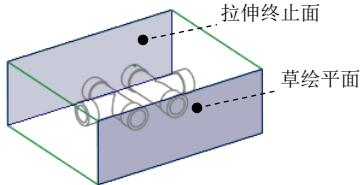

图 15.14 草绘平面和伸终正面
(1) 单击 **分型面** 功能选项卡 **形状** ▾ 区域中的 按钮，此时系统弹出“拉伸”操控板。
(2) 定义草绘截面放置属性。使用鼠标右击，从系统弹出的菜单中选择 **定义内部草绘...** 命令；在系统 **选择一个平面或曲面以定义草绘平面** 的提示下，选取图 15.14 所示的坯料前表面为草绘平面，接受默认选取的箭头方向和平面为草绘视图方向和参考平面，方向为 **下**；单击 **草绘** 按
(4) 设置深度选项。
① 在操控板中选取深度类型 (到选定的)。
② 将模型调整到合适位置，选取图 15.14 所示的模型表面为拉伸终正面。
③ 在“拉伸”操控板中单击 按钮，完成特征的创建。